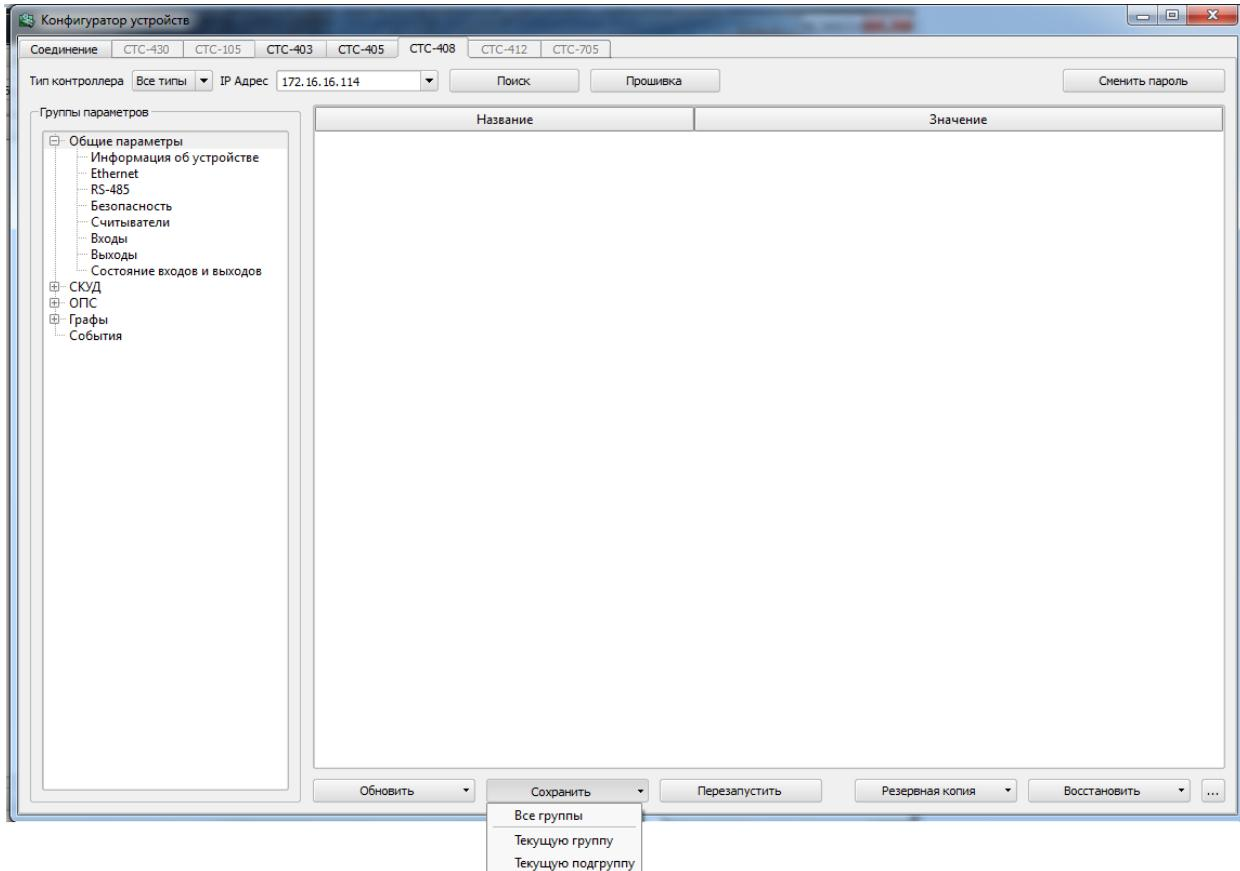

Рисунок 5
- «Сохранить» – данная кнопка позволяет сохранить изменения во все группы контроллера в любое поле из текущей выделенной группы или в текущую выделенную группу в левом параметре настроек (рисунок 5);
*В контроллере имеются две конфигурации – рабочая и редактируемая. Кнопка «Обновить» позволяет получить параметры редактируемой конфигурации. При нажатии данной кнопки открывается меню, где Вы можете выбрать пункт «Обновления» (рисунок 5), а именно:*